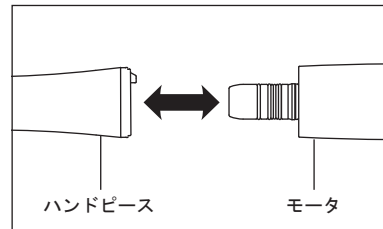

図2
- 1) ハンドピースをモータにまっすぐ挿し込みます(図2)。光付きの場合は、ハンドピースを左右どちらかに「カチッ」と音がするまで回してロックします。